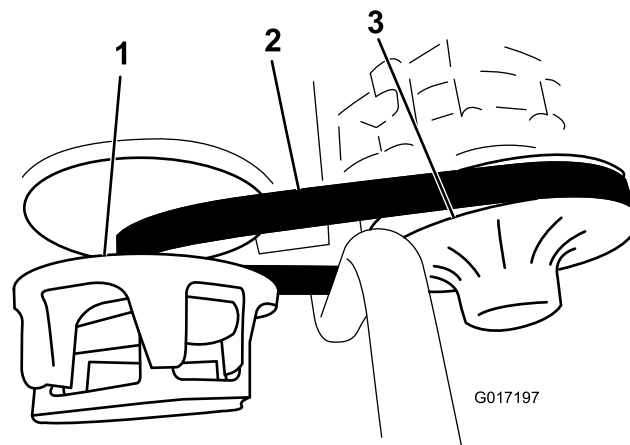

Figura 65
3. Haga girar la correa e inspecciónela (**Figura 65**) para asegurarse de que no está excesivamente desgastada ni dañada.
3. Haga girar la correa y llévela sobre el embrague secundario (Figura 65).
4. Retire la correa del embrague primario (Figura 65).
5. Coloque la correa nueva sobre el embrague primario (Figura 65).
6. Haga girar la correa y llévela sobre el embrague secundario (Figura 65).